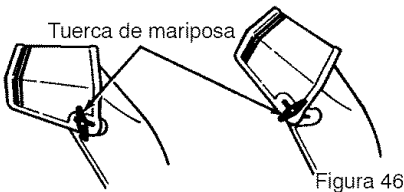

Figura 46
2. Afloje la **tuerca de mariposa** en el deflector del canal de descarga y ajuste el deflector para establecer la distancia. Mueva el deflector hacia (**ARRIBA**) para mayor distancia, hacia (**ABAJO**) para una distancia menor. Luego apriete la **tuerca de mariposa** (Figura 46).